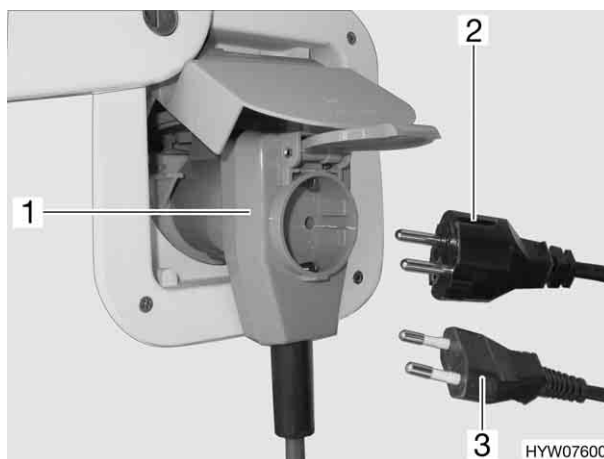

Fig. 66 Collegamento ad un connettore ad angolo provvisto di presa
► Se si impiega un connettore ad angolo CEE 17 provvisto di una presa integrata sulla parte posteriore (Fig. 66,1), utilizzare esclusivamente una spina IP 44 gommatata e sigillata con contatto di terra (Fig. 66,2). Non utilizzare spine senza contatto di terra (Fig. 66,3). Pericolo di scarica elettrica!